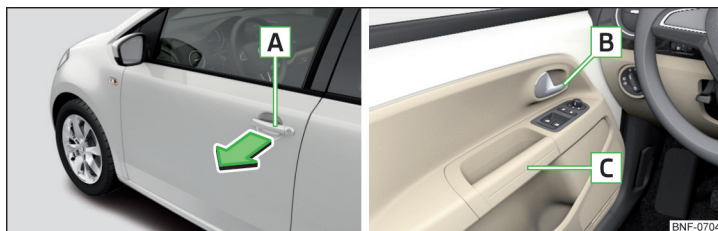

Fig. 30 Manipulo da porta/manípulo de abertura da porta
- Para **abrir do lado de fora**, destrancar o veículo e puxar o manípulo da porta **A** no sentido da seta » Fig. 30.